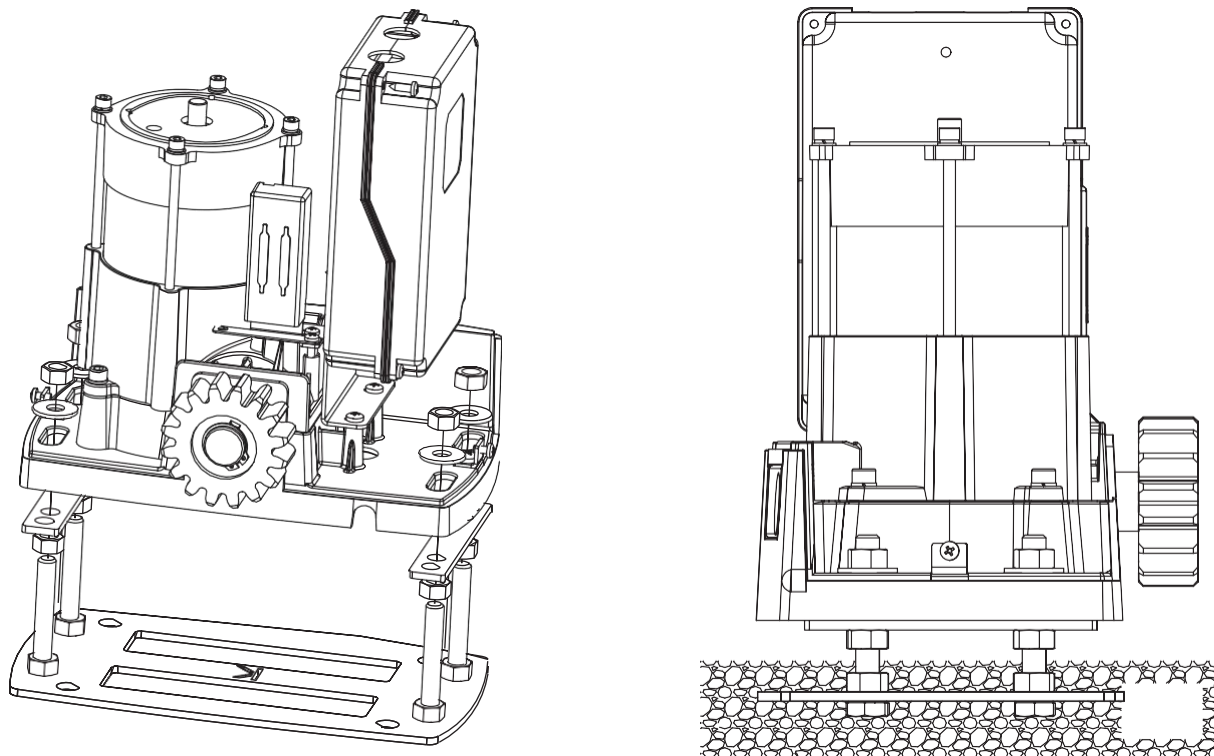

Рисунок 4
1. У комплекті постачаються монтажна пластина з регулюванням висоти, притискальна пластина та регулювальні болти, які дозволяють за потреби відрегулювати висоту встановлення двигуна. Після визначення місця встановлення монтажної пластини двигуна (враховуючи габарити двигуна та висоту монтажу зубчастої рейки), надійно закріпіть пластину на попередньо підготовленому бетонному фундаменті за допомогою анкерних болтів або шляхом бетонування болтів у фундамент. (Див. рисунок 4)